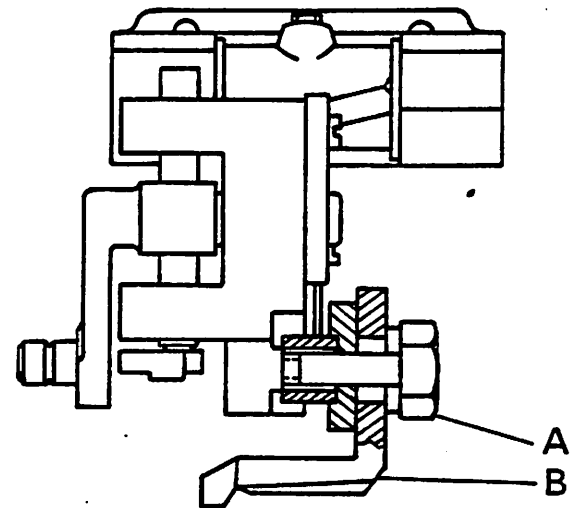

Fig. 25
2. Regolazione su porta griffa differenziale (fig. 25)
2. Adjustment on differential feed dog holder (fig. 25)